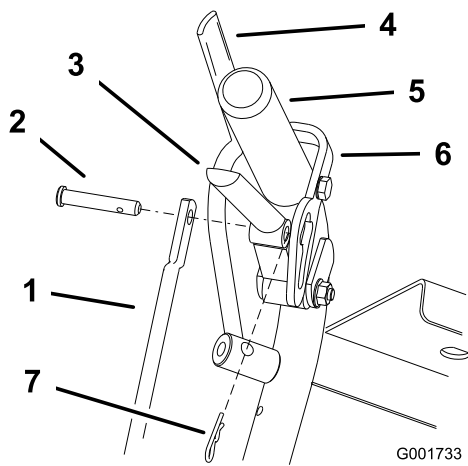
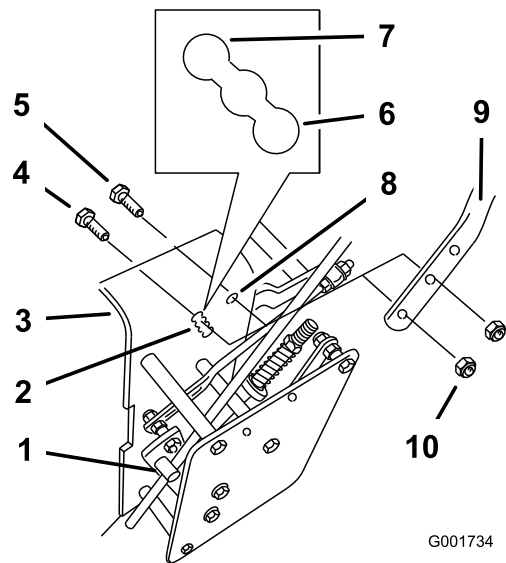

Bild 18
Bild 19
- Entfernen Sie die Splints und Lastösenbolzen von den Antriebshebeln und den Neutralarretierungen (Bild 18).
2. Lockern Sie die oberen Bundschrauben (3/8" x 1 1/4") und die Bundmutter, mit denen der Bügel am Hinterrahmen befestigt ist (Bild 19).
3. Nehmen Sie die unteren Bundschrauben (3/8" x 1") und die Bundmuttern ab, mit denen der Bügel am hinteren Rahmen befestigt ist (Bild 19).
5. Stellen Sie die Länge der Schaltstange ein, indem Sie die Schaltstange im Stangen-Anschlussstück drehen (Bild 18 und Bild 19).
6. Stecken Sie den Splint zwischen den Antriebshebeln und Neutral-Arretierungen in den Lastösenbolzen (Bild 18).